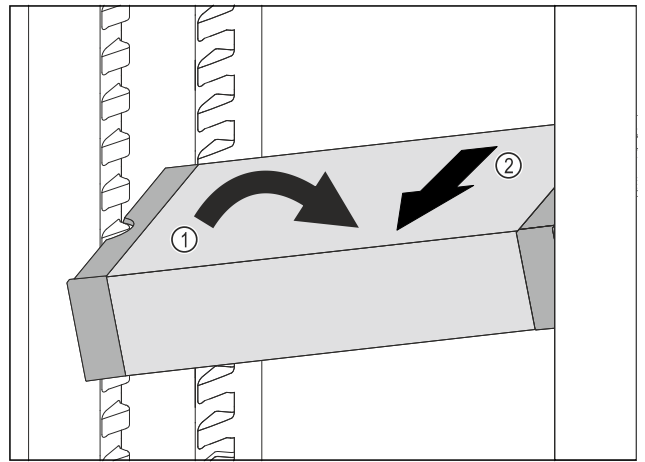

Fig. 108
- ▶ Coloque el VarioSafe en el compartimento del frigorífico en posición oblicua. Fig. 108 (1)
- ▶ Extraiga el VarioSafe hacia delante. Fig. 108 (2)